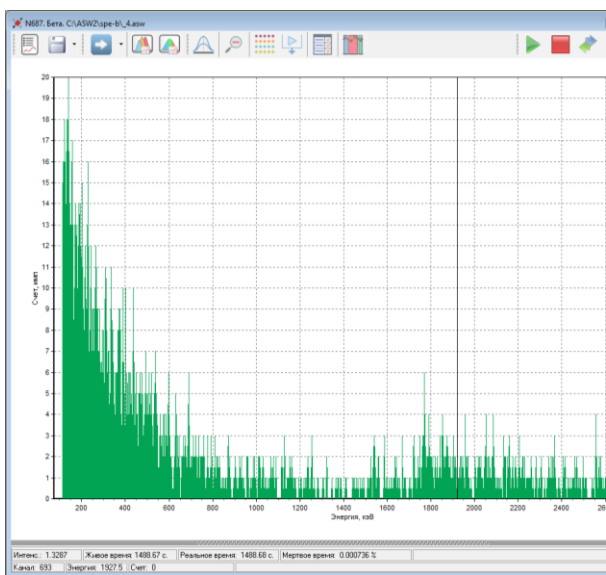

Рисунок 13. Фоновый спектр, набранный в ходе контроля фона.
- В ходе выполнения третьего этапа на экран выводится фоновый спектр (рисунок 13).